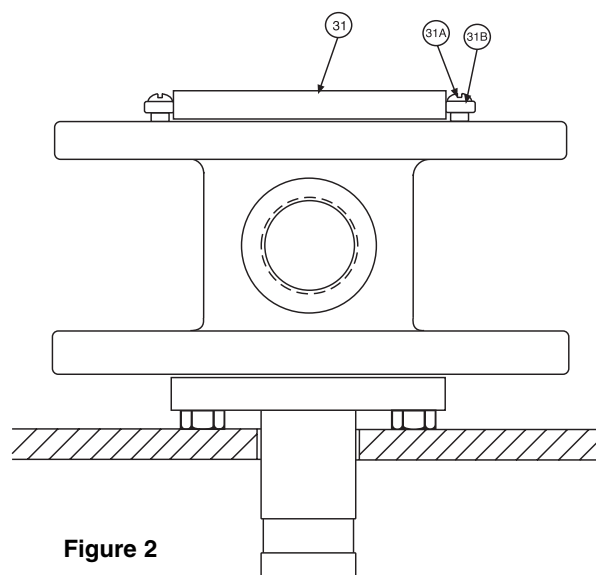

Figure 2
Mettre le boîtier en position haute (voir fig. 2) avec le raccord (4) vers le bas, au moyen d'un plan de travail "percé". Dans cette position, le corps (1) du boîtier reste en appui sur la plaque de fond (16).